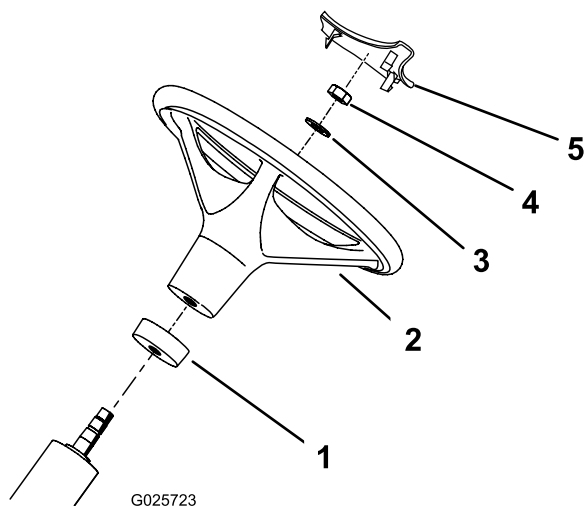

Figura 2
2. Faça deslizar o anel de esponja, a extremidade pequena primeiro, para a coluna de direcção (Figura 2).
3. Faça deslizar o volante para a coluna de direcção (Figura 2).
4. Fixe o volante à coluna de direcção, utilizando uma anilha e uma porca de bloqueio (Figura 2). Aperte a porca de bloqueio com uma força de 27-35 Nm.
5. Instale a tampa do volante no volante (Figura 2).